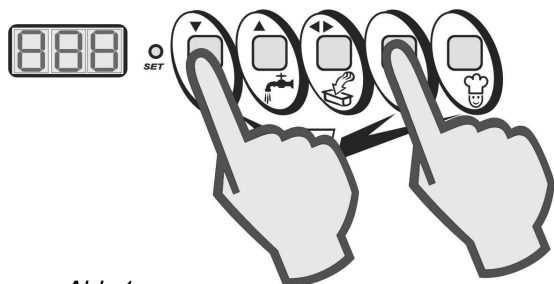

Abb.1
- Wenn die Maschine auf STOP eingestellt ist, gleichzeitig die Tasten STOP und SEMI-AUTOMATISCH drücken um das Granita-Produktionsprogramm mit Bearbeitungszeitkontrolle und zyklischem Rührwerk (Fig. 1) abzurufen.